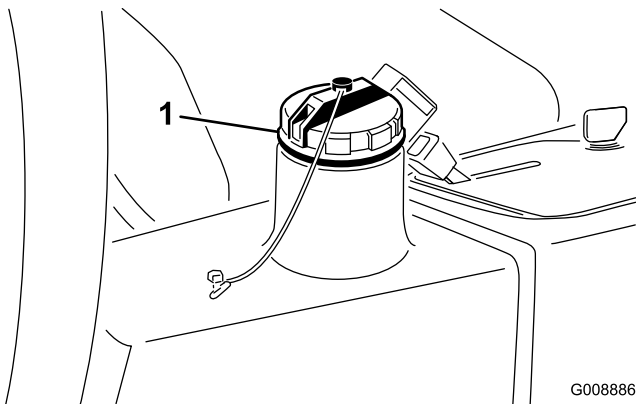

Figura 58
3. Llene el depósito (Figura 58) con 22,7 litros aproximadamente de aceite hidráulico; consulte Comprobación del aceite hidráulico.